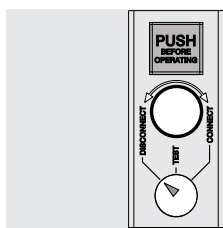

Figure 64
- disjoncteur en position débroché (voir Figure 64).